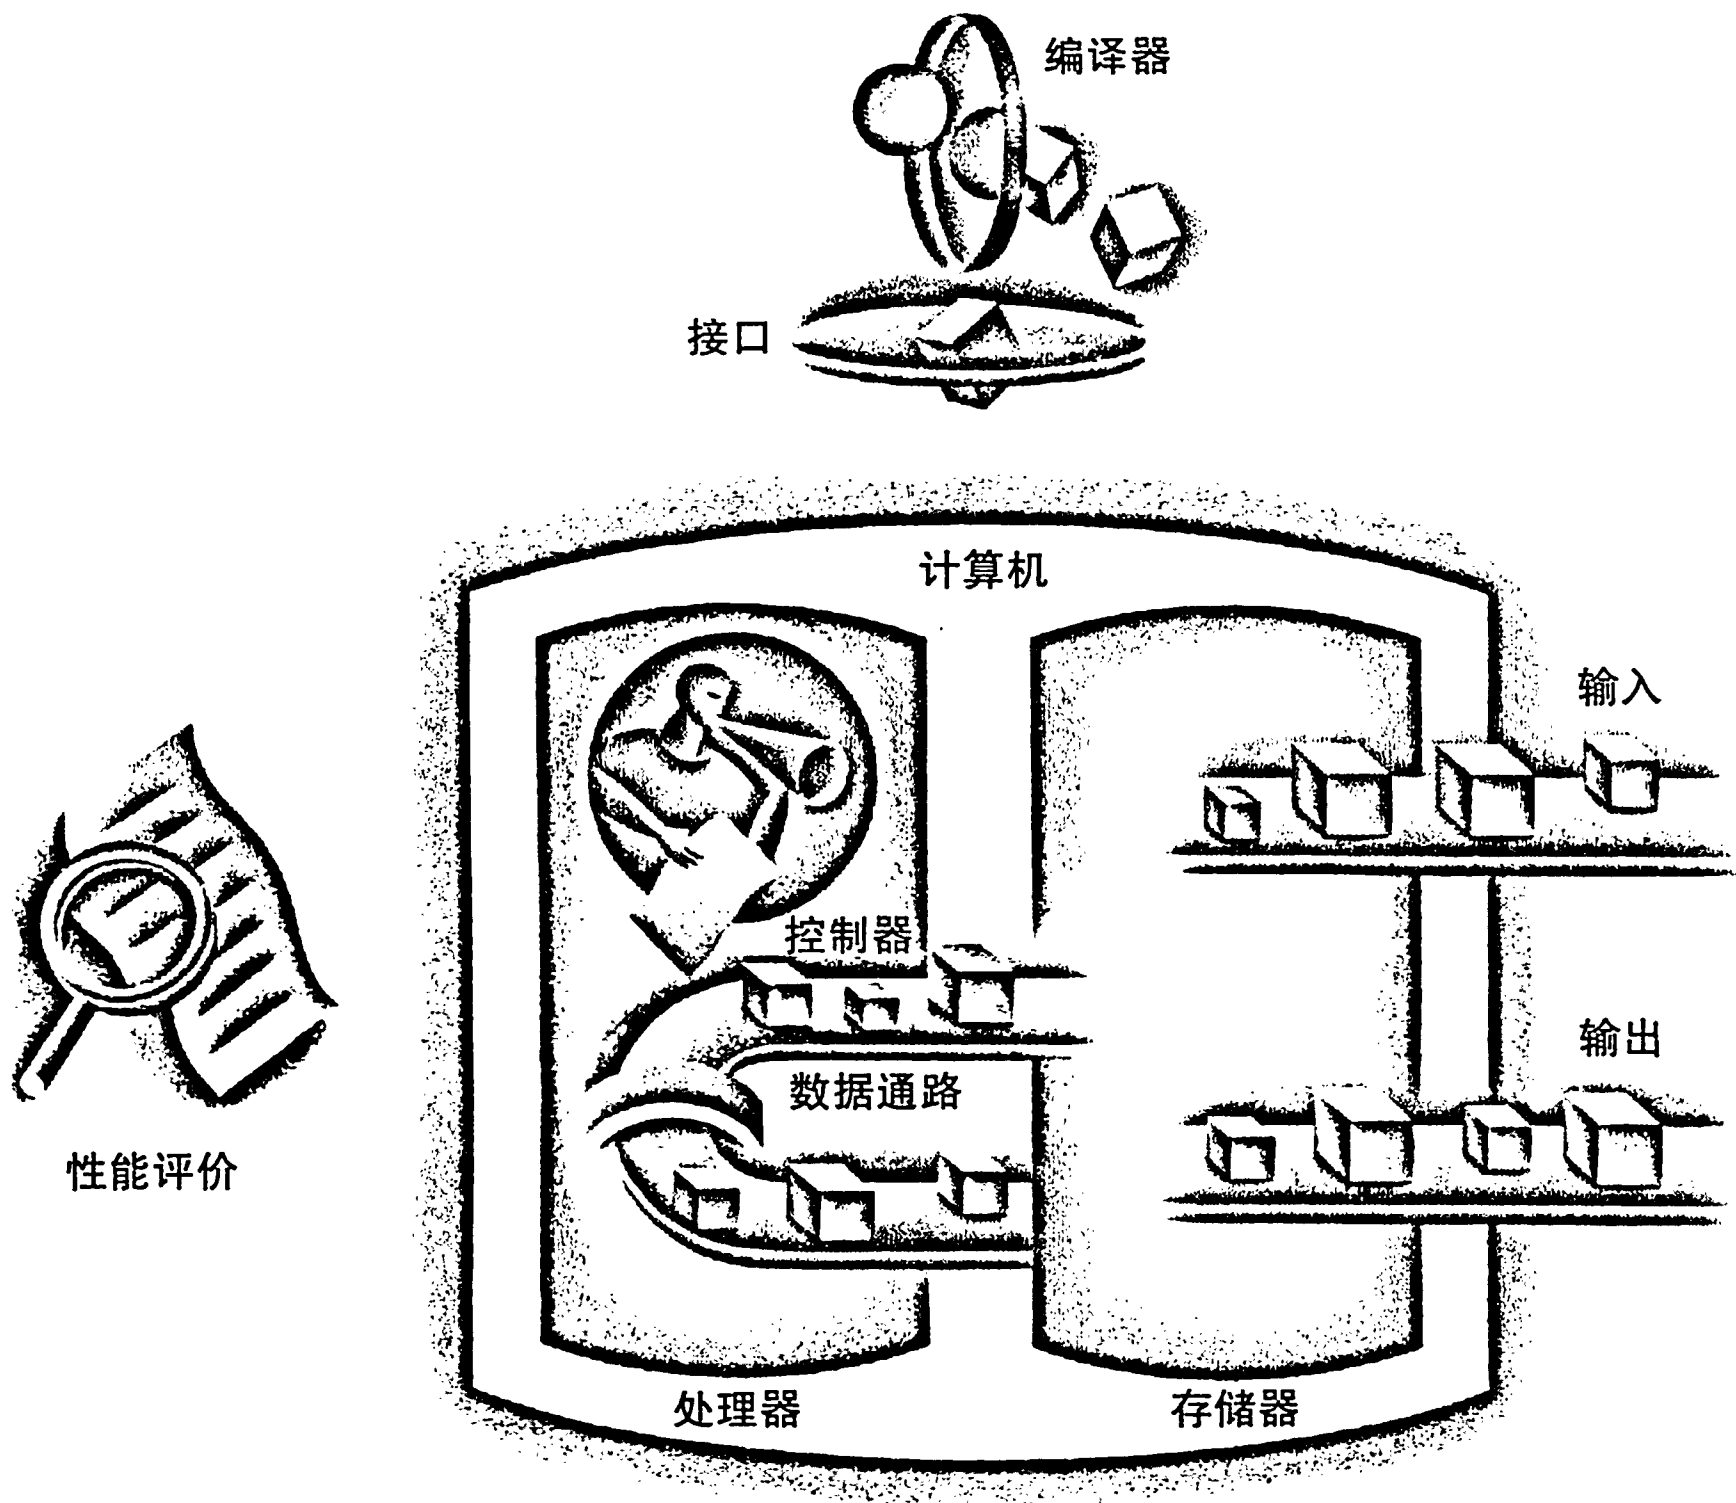

图 1-5 组成计算机的五个经典部件。处理器从存储器中得到指令和数据，输入部件将数据写入存储器，输出部件从存储器中读出数据，控制器向数据通路、存储器、输入和输出部件发出命令信号
**重点** 组成计算机的五个经典部件是输入、输出、存储器、数据通路（在计算机中也称运算器）和控制器，其中后两个部件通常合称为处理器。图 1-5 展示了一台计算机的标准组成部分。该组成与硬件技术无关，你总能够把任何现在或过去的计算机中的任何组件归于这五类组件之一。为了加深读者对这一重点的印象，我们将在每章开始都给出此图，并突出显示该章关注的部分。
我们已经介绍了如何输入、计算、显示和保存数据，但对于今天的计算机来说，还有一项不可缺少的功能：计算机网络。如图 1-5 所示，处理器与存储器和 I/O 设备连接。通过网络，一台计算机可以与其他计算机通信，从而扩展计算能力。当今网络已经十分普遍，逐步成为计算机系统的核心组成部分。一台新型个人移动设备或服务器如果没有网络接口将是十分可笑的。联网的计算机具有如下几个主要优点：